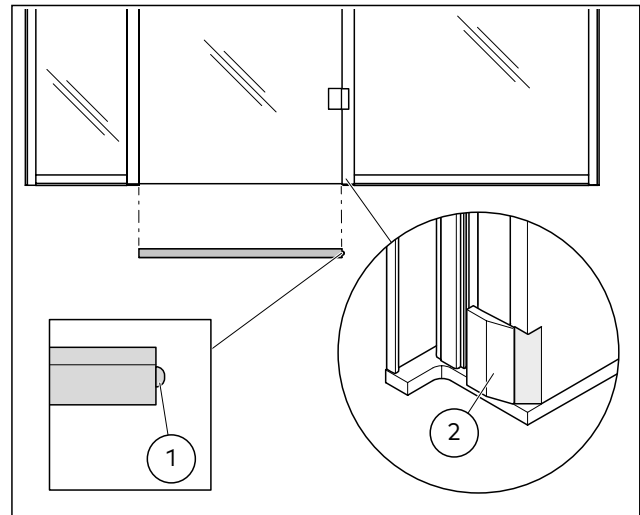

Abb. 14 Den Auslösekeil auf der Seite des Auslösers an der Nebenschließkante positionieren
- 1. Das Dichtungselement im Absenkichtungsprofil so ausrichten, dass der Auslösekeil bei der Montage an der Nebenschließkante positioniert wird (Abb. 14).
- 4. Den Auslösekeil der Absenkichtung auf der Seite des Auslösers an der Nebenschließkante positionieren (Abb. 14).